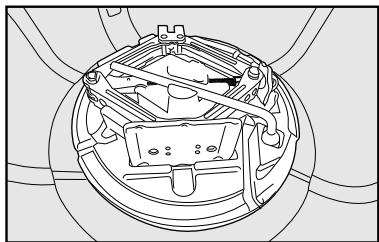

fig. 12
- Colocar o macaco no suporte das ferramentas **fig. 12**, encaixando de modo a evitar vibrações, ou que se solte durante a marcha.